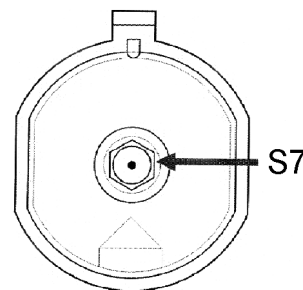

Figura 6
- b) utilizați o cheie tubulară S7 pentru a înlocui duzele conform tabelului „Caracteristicile arzătoarelor și duzelor”, vezi Figura 6